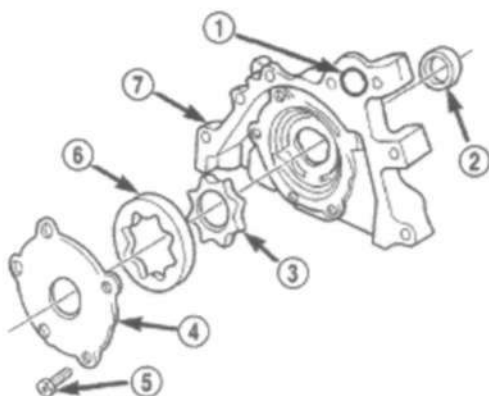

Рис. 89 Масляный насос
(2) Снять крепление крышки масляного насоса и поднять крышку (Рис.89).
(3) Снять роторы насоса (Рис. 89).
(4) Промыть все детали в подходящем растворителе и тщательно проверить отсутствие повреждений или износа.
(1) Проверьте сопрягаемую поверхность масляного насоса. Поверхность должна быть гладкой (Рис.89). При наличии на поверхности царапин или канавок замените крышку насоса.